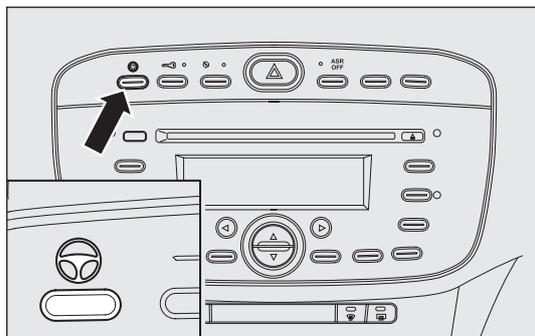

fig. 109
- dalla illuminazione della scritta CITY sul pulsante, dopo la pressione dello stesso fig. 109.